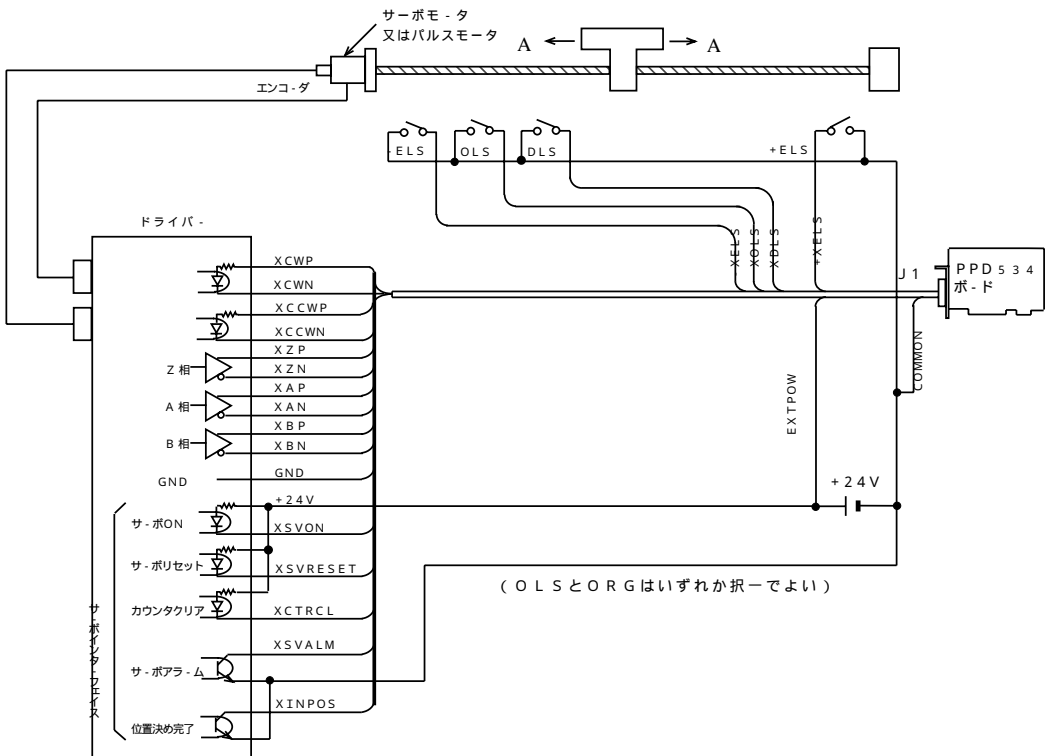

図3.4 サ - ボドライバ接続例
モ - タ1軸 (X) についての代表的な接続について図3.4に示します。